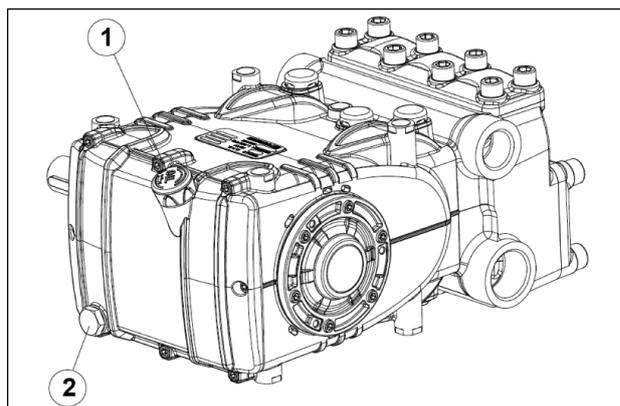

Fig. 3
A partir da haste do nível de óleo pos. ①, Fig. 3.
O controle correto do nível do óleo é realizado com a bomba em temperatura ambiente, a troca do óleo é executada com bomba em temperatura de trabalho, removendo: a haste do nível do óleo pos. ① e, em seguida, o tampão pos. ②, Fig. 3.
Use uma sonda de temperatura que deve ser introduzida no interior do tampão de drenagem do óleo pos. ② Fig. 3.